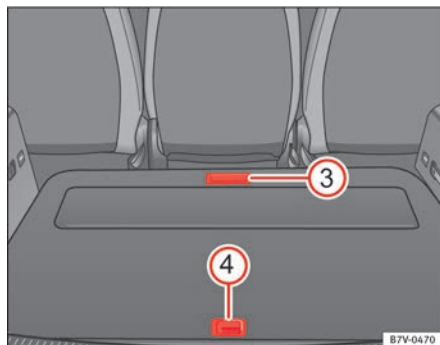

Fig. 114 Outros compartimentos no piso do porta-bagagens
Abrir o compartimento dianteiro ⇒ Fig. 114 ③:	▷ Levantar para trás pela pega a parte frontal do piso do porta-bagagens.
Abrir o compartimento traseiro ⇒ Fig. 114 ④:	▷ Levantar pela pega a parte traseira do piso do porta-bagagens.